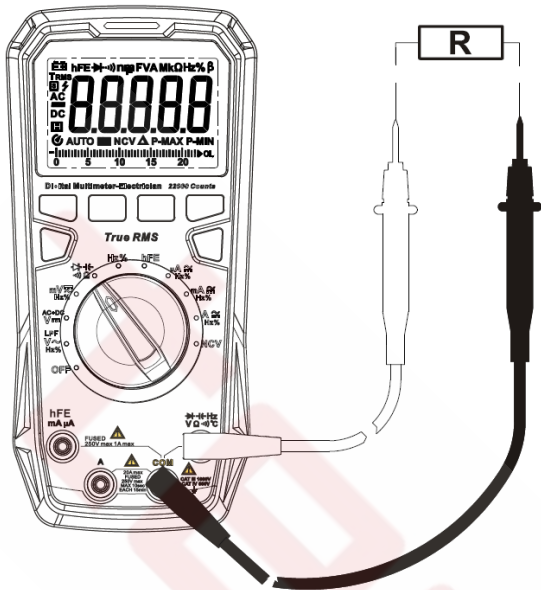

Рисунок 8
8.5. Измерение сопротивления (см. рисунок 8)